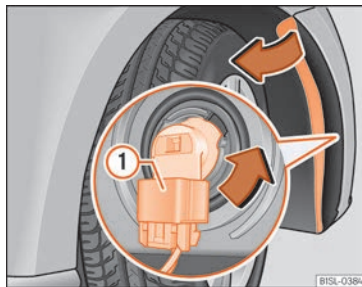

Fig. 51 Canvi de les bombetes dels fars.
- Desbloquegeu el connector »» fig. 51 **1** i retireu-lo.
- Feu girar el portabombetes »» fig. 51 en la direcció de la fletxa, **en sentit contrari a les agulles del rellotge** fins al límit i extraieu-lo juntament amb la bombeta enretirant-lo.